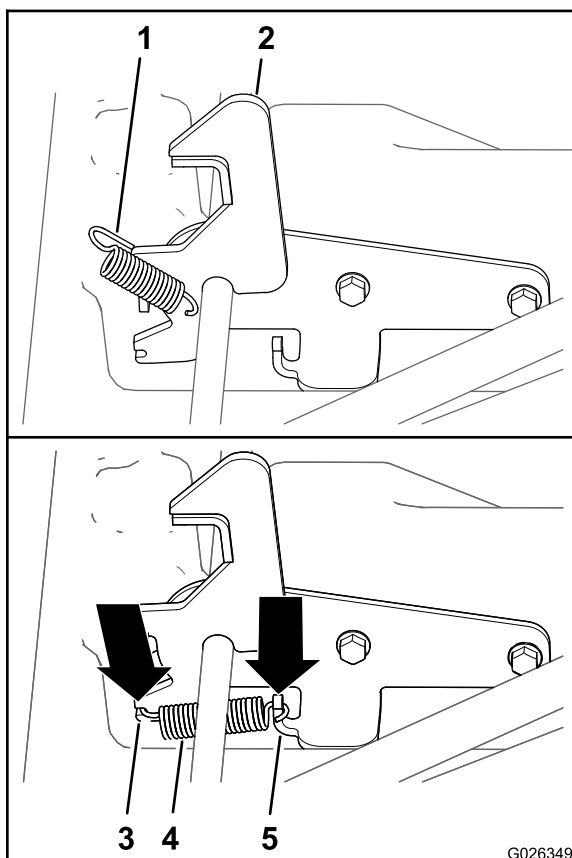

Figura 12
5. Alinee el extremo largo de un muelle con el soporte de muelle del conjunto de enganche (Figura 12).
6. Conecte el extremo corto del muelle al anclaje del muelle del enganche (Figura 12).
7. Repita los pasos 5 y 6 con el otro enganche y muelle (Figura 12).